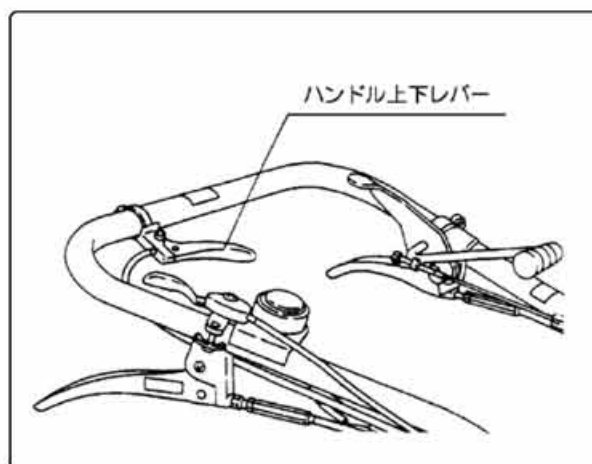

図22
①ハンドル上下レバーを握りハンドルを上から操作してください。(図22)
②ロータリ回転と適応作業